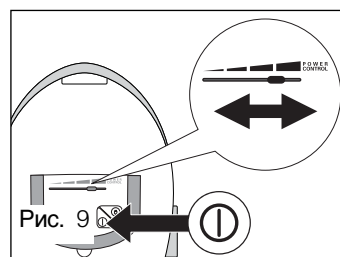

Рис. 9
Модели с выключателем Вкл./Выкл (ON/OFF) и регулятор мощности (L) (рис. 9)